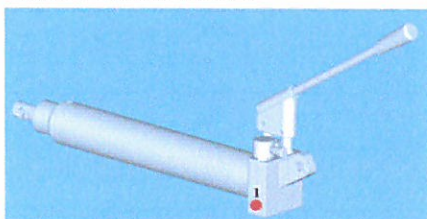
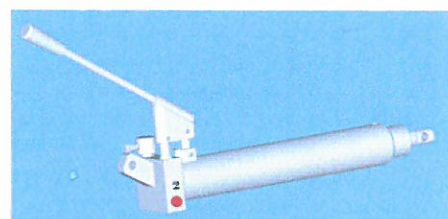

Abb. 1
Abb. 2
4. Lösen Sie die Schrauben Pos. 1 Abbildung 1 und Pos. 2 Abbildung 2, ohne die Schrauben zu weiter zu drehen. Also nur lösen und nicht weiter. Öl darf in dieser Phase nicht fließen.
14. Drehen Sie das Wegeventil nach unten, wie in Abbildung 1 und fangen Sie mit Pumpen an. Bitte bewußt sein, daß Öl aus vom Pos 4 spritzen kann wenn die Kolbenstange mit Öl gefüllt ist.